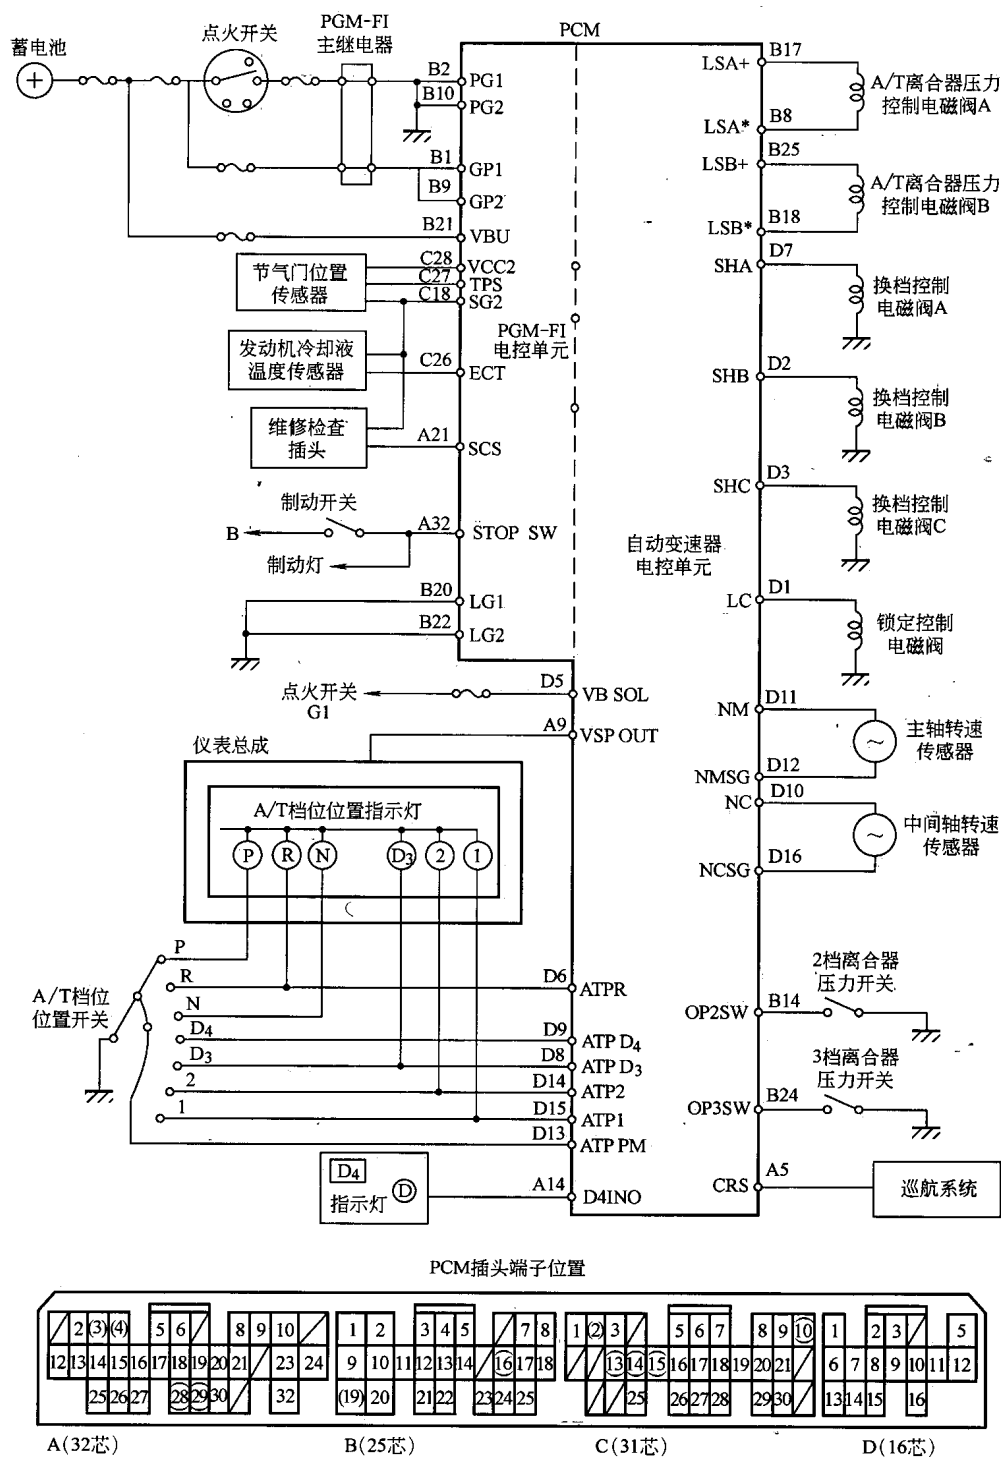

图 1-2-1 自动变速器 PCM 电路图及插头端子位置图
(1) 自动变速器 PCM 电路图及插头端子位置见图 1-2-1。